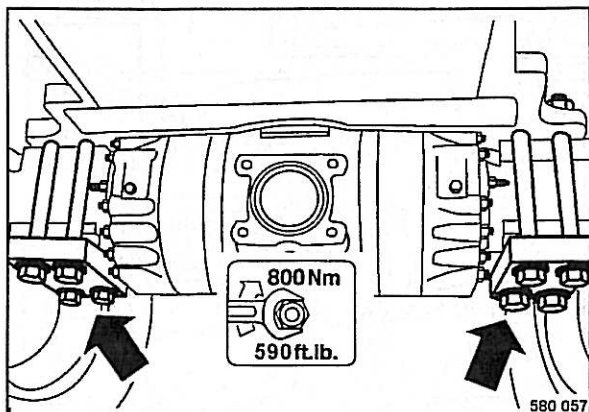

Fig. 120
- Comprobar todas las tuercas de fijación de los pernos de sujeción del eje (Fig. 120) por asiento fijo.